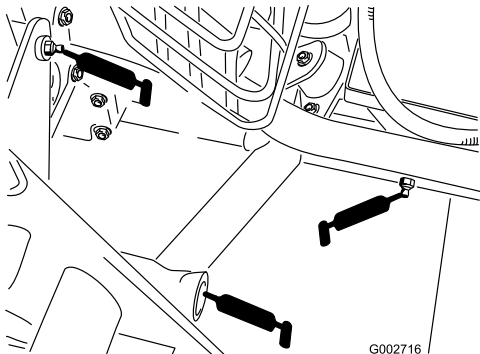

Figura 21
- attacco posteriore (5) (Figura 21)